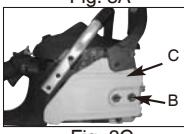

Fig. 3C
2. Fjern holdermøtrikken på sværdet (B). Fjern dækningen på KÆDEBREMSEN(C), ved at trække det direkte af. Dette kan kræve lidt tvang. (Fig.3C)